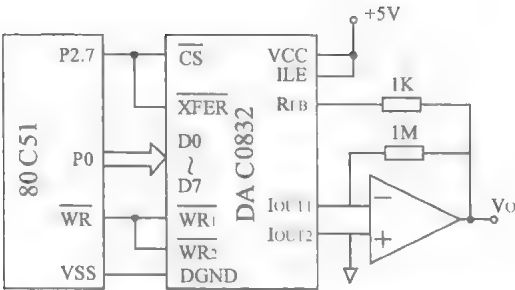

图 8.7 DAC0832 单缓冲工作方式连接图
(1) 单缓冲工作方式。所谓单缓冲工作方式就是使 DAC0832 的两个寄存器（输入寄存器和 DAC 寄存器）中有一个处于直通方式，而另一个处于受控锁存方式，单缓冲方式连接如图 8.7 所示。在不要求多路模拟信号同时输出时，可采用单缓冲方式，此时只需一次写操作就开始转换，可以提高 D/A 数据的吞吐量。